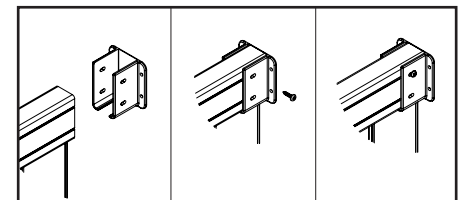

Figura 3
- Prepare los paneles pre-ensamblados para la cerca al resbalar la montura de las agarraderas dentro de los carriles con la parte abierta hacia arriba. Resbale la agarradera totalmente dentro del carril. Mientras que detiene la agarradera en su lugar, instale sujetando con un tornillo dentro del hoyo marcado. Coloque el tornillo al final de hoyo más cercano a la montura de la cara de la agarradera, como se muestra en la Figura 3. Esto sujetará temporalmente la agarradera al panel cuando coloque el panel completo dentro de los postes. Haga esto para todas las agarraderas en cada panel para la cerca antes de la instalación. Después, usted podrá resbalar las agarraderas hacia fuera para un ajuste perfecto si la abertura de su poste esta ligeramente más amplia que la dimensión sugerida.